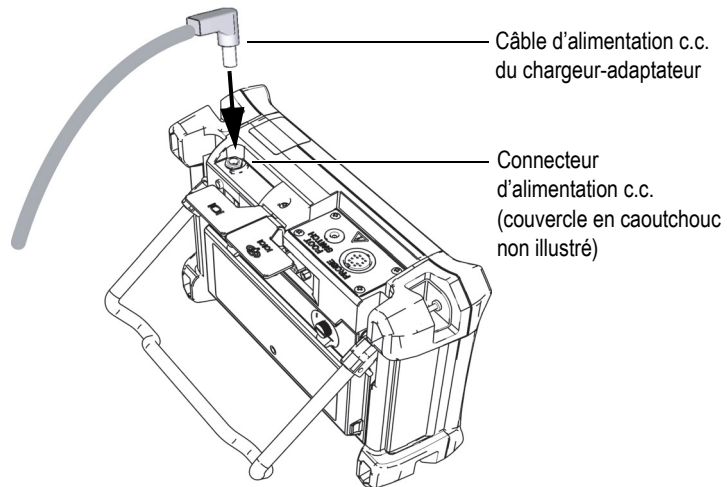

Figure 1-9 Connexion de la fiche d'alimentation c.c.
3. Connectez la fiche d'alimentation c.c. du chargeur-adaptateur au connecteur d'alimentation c.c. situé sur le dessus de l'appareil (voir la Figure 1-9 à la page 34).